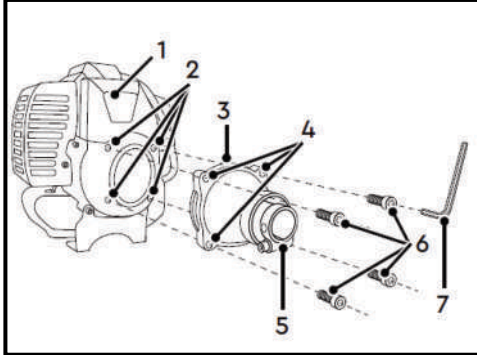

Рис. 12
- Встановіть двигун (1) на рівну поверхню та розташуйте верхній редуктор (3) так, щоб проріз (5) був спрямований вниз (Рис. 12).
- Встановіть на двигун (1) верхній редуктор (3) так, щоб його отвори (4) співпали з отворами (2) двигуна (1) (Рис. 12).
- Встановіть в отвори (4) верхнього редуктора гвинти (6) та затягніть їх ключем (7) (5 мм) (Рис. 12).